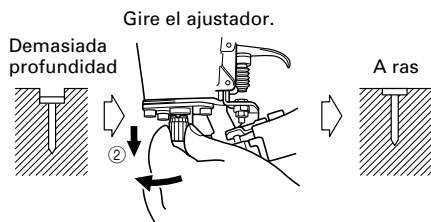

Fig. 9
- ① Si las puntas penetran demasiado, gire el ajustador en el sentido contrario a las agujas del reloj mientras tira del mismo hacia abajo. Al soltarlo, el ajustador vuelve hacia arriba. Asimismo, gire el ajustador hasta llegar a una posición en que quede bloqueado. (Fig. 9)